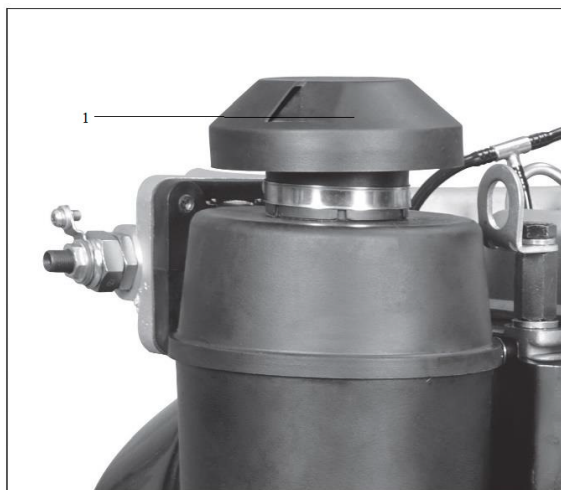

Рис. 13
5.2.2. Проверьте зону воздухозаборника "1"(рис.13)